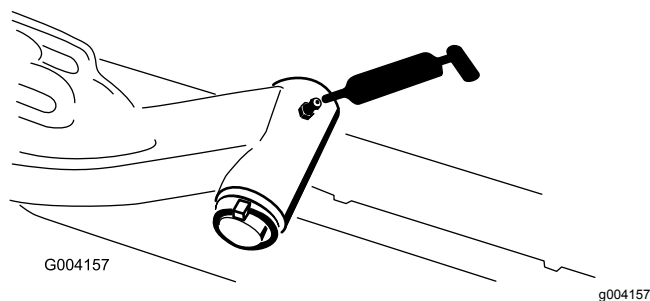

図 63
- 昇降アームのピボットシャフト各アームに1ヶ所一 図 63